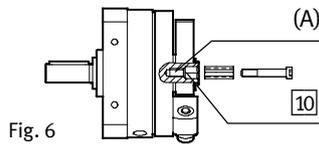

Fig. 6
5. Убедитесь в том, что второй выходной вал надежно зафиксирован во внутреннем шестиграннике \square_{10} (Fig. 6). Для этого служит резьба (A) в основании внутреннего шестигранника. В этом случае может быть установлен крепежный винт. Второй выходной вал должен иметь для этого соответствующее отверстие.